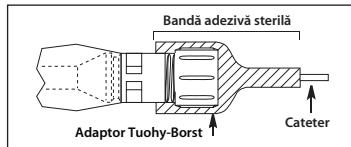

Figura 8
• Capătul cu adaptor Tuohy-Borst al ecranului anticontaminare al cateterului trebuie fixat cu bandă adezivă sterilă pentru a preveni mișcarea cateterului de introducere (consultați Figura 8).